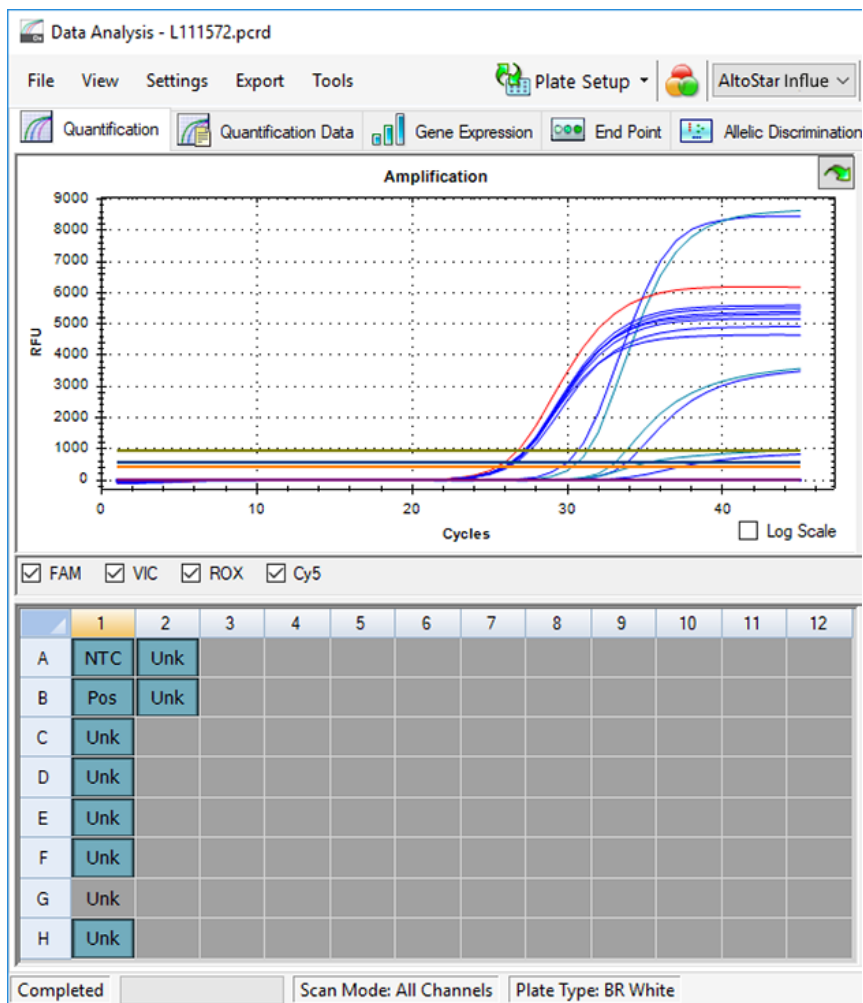

Figure 8: Fenêtre Data Analysis (Analyse des données) : puits exclu
- Le puits sélectionné est exclu de l'analyse. Aucun résultat ne sera généré pour ce puits (voir la figure 8).